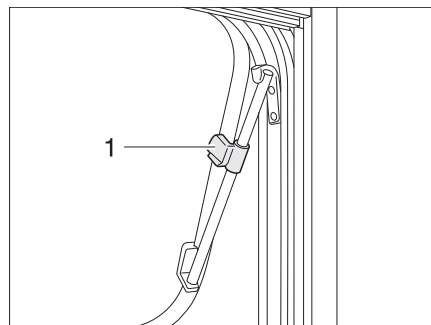

Fig. 35 Fenêtre projetante avec bras pivotants, ouverte
- Ouvrir la fenêtre projetante jusqu'à la position voulue et la bloquer avec la molette (Fig. 35,1).
- Tourner la molette (Fig. 35,1) jusqu'à ce que le dispositif de blocage soit libéré.